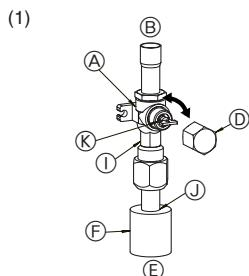
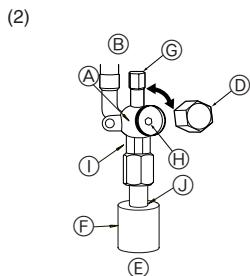

Fig. 4-5
Fig. 4-6
#### (1) Gaszijde van de P71-140 (Fig. 4-5)
- ① Verwijder de dop, trek het handvat naar u toe en draai dit een kwartslag tegen de klok in om de kraan te openen.
- ② Let erop dat de afsluitkraan geheel open is, druk de hendel in en draai de kap terug naar de oorspronkelijke stand.
#### (2) Vloeistofzijde van de P71-140 (Fig. 4-6)
- ① Togliere il cappuccio e girare la barra della valvola in senso antiorario fino a quando va con l'uso di una chiave esagonale da 4 mm. Smettere di girare quando colpisce il fermo.